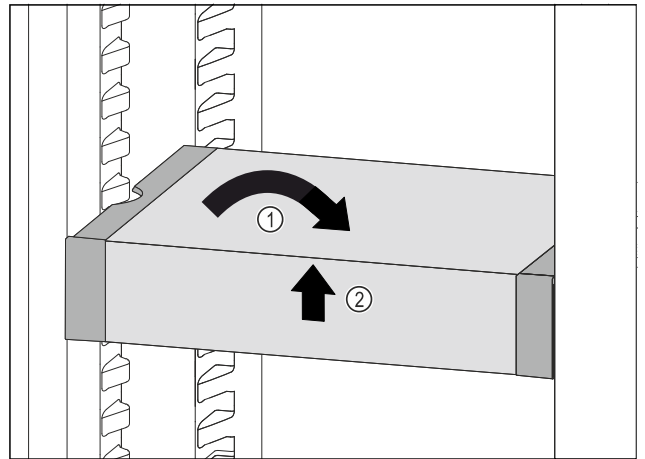

Fig. 107
- VarioSafe gerade stellen. Fig. 107 (1)
- VarioSafe vorne anheben. Fig. 107 (2)